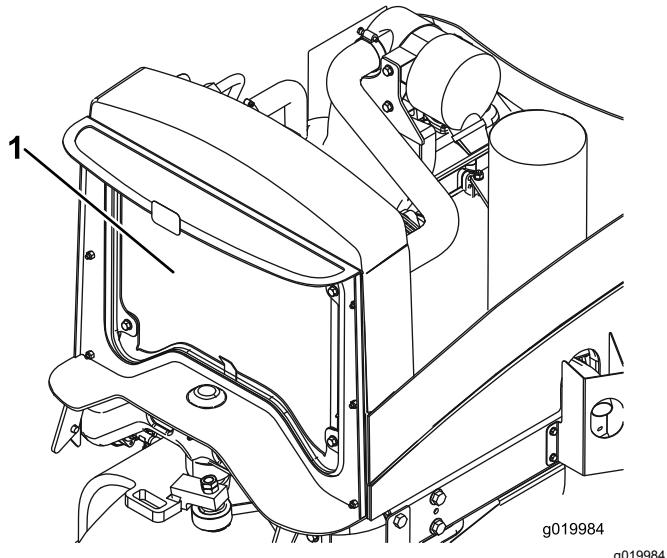

Figura 62
4. Limpe cuidadosamente ambos os lados do radiador com ar comprimido (Figura 62).